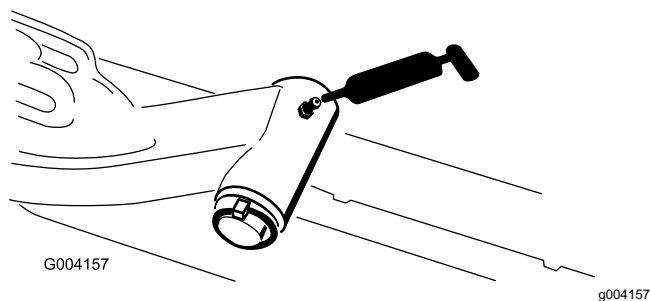

Figura 67
- Albero di articolazione del braccio di sollevamento (1 ciascuno) – Figura 67